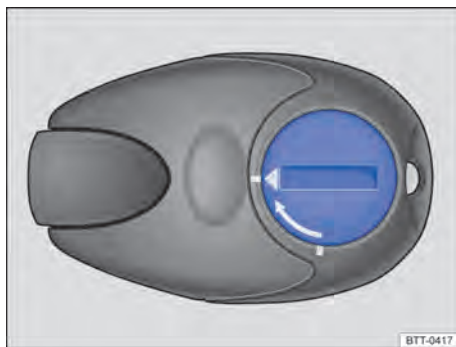

Fig. 214 Aquecimento estacionário: cobertura da bateria do controle remoto.
- Com um objeto plano e sem pontas, por exemplo, uma moeda, gire a ranhura no sentido contrário ao sentido da seta até a marcação para abrir a cobertura ⇒ Fig. 214.
- Colocar a bateria nova. Atentar para a polaridade correta e utilizar baterias do mesmo modelo ⇒ ①.